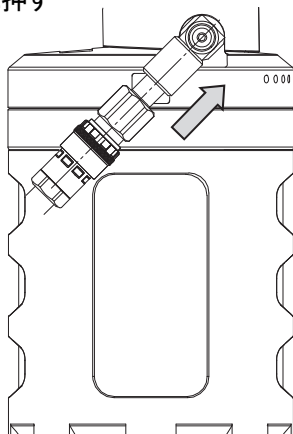

図 4-3
この時の ON-OFF バルブは ON の状態。(P.8 図 4-3 参照)
- ① 圧縮空気を供給する。(ON-OFF バルブを開く) (図 4-3)